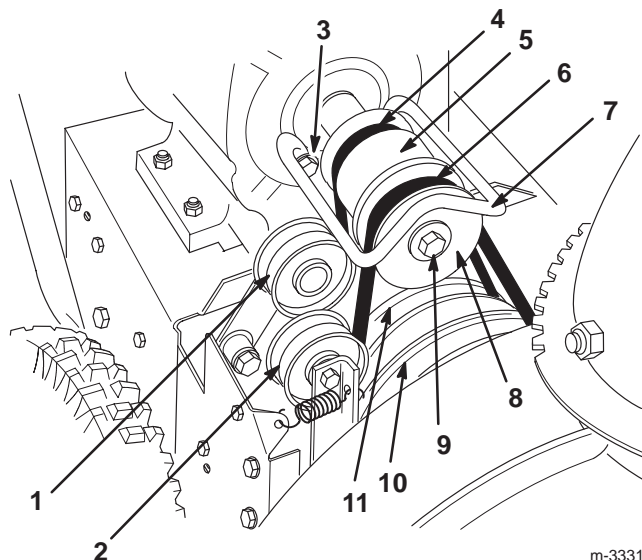

Figure 29
6. Retirez les 2 boulons, rondelles et rondelles-frein de fixation du guide-courroie (Fig. 29).
7. Retirez le boulon du vilebrequin du moteur avec sa rondelle et sa rondelle-frein (Fig. 29).
8. Détachez et déposez la poulie à gorge du moteur (Fig. 29).
10. Déposez la poulie du moteur (Fig. 29).
11. Retirez la courroie d'entraînement de traction hors de la poulie de traction et du vilebrequin du moteur (Fig. 29).
12. Tirez la poulie de tension vers l'extérieur et installez la courroie de rechange (Fig. 29).
14. Tirez la poulie de tension vers l'extérieur et passez la courroie d'entraînement de tarière/roue hélice devant la poulie du moteur, en veillant à la faire passer du côté intérieur de la poulie de tension (Fig. 29).
6. Retirez les deux boulons, rondelles et rondelles-frein de fixation du guide-courroie (Fig. 29).
9. Déposez la courroie d'entraînement de tarière/roue hélice (Fig. 29).
10. Tirez la poulie de tension vers l'extérieur et passez la courroie neuve autour de la grande poulie de tarière/roue hélice (Fig. 29).
11. Passez la courroie devant la poulie du moteur, en veillant à la faire passer du côté intérieur de la poulie de tension (Fig. 29).